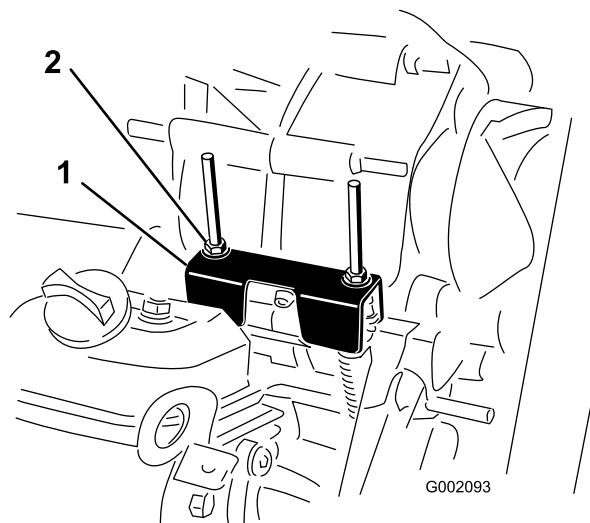

Figura 64
- Certifique-se de que o suporte neutro está na posição {PONTO MORTO (ao nível do suporte do cabo ao capot situado por baixo do suporte das mudanças), rodando a embraiagem (Figura 64).
Sempre que for necessário efetuar operações de manutenção programada e/ou diagnósticos do motor, deverá colocar o conjunto eixo-transmissão na posição NEUTRA (Figura 64). A alavanca de mudanças da máquina possui uma posição de PONTO MORTO que controla a posição neutra do conjunto
- Rode uma das porcas de bloqueio (Figura 64) para conseguir 0,76 a 1,52 mm de folga entre a parte inferior da porca/anilha e o suporte neutro.